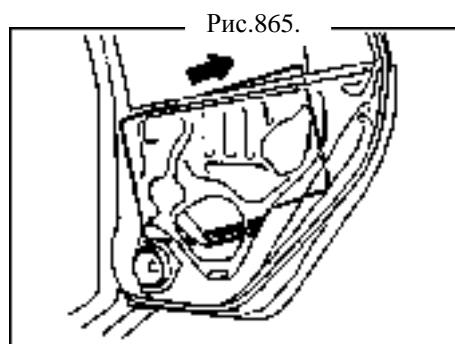

Рис.865.
- (а) Возьмите стекло (рис.865).